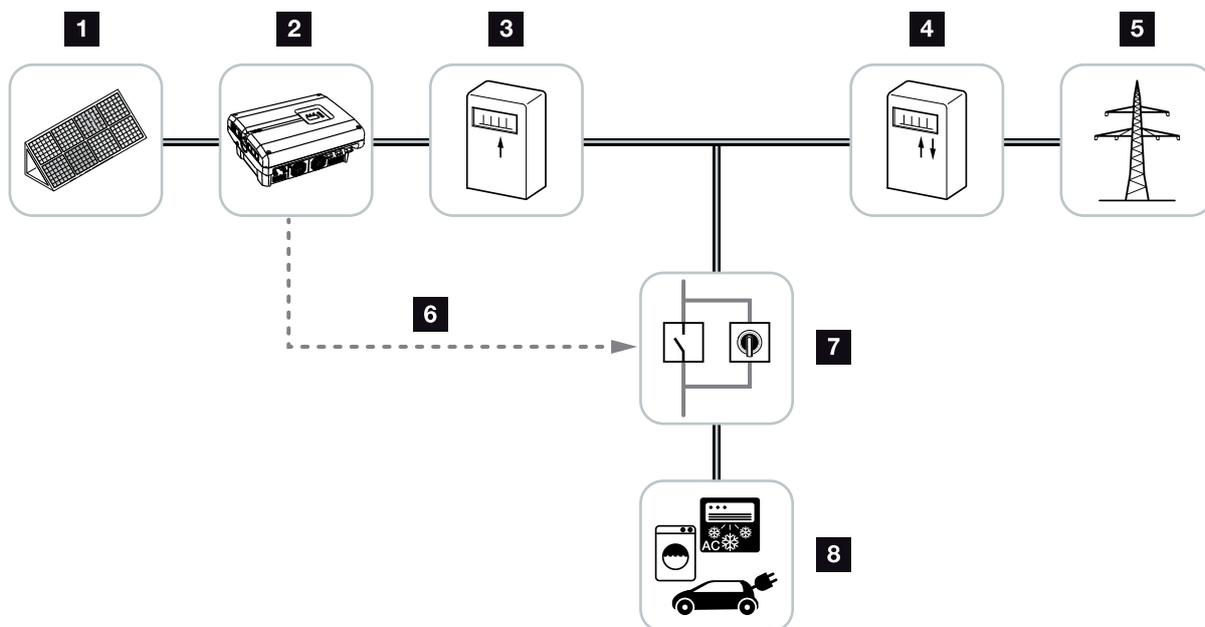

Fig. 53 : Configuration de l'autoconsommation
3. Installer et raccorder correctement les autres composants pour l'autoconsommation. **🔗 Fig. 53**